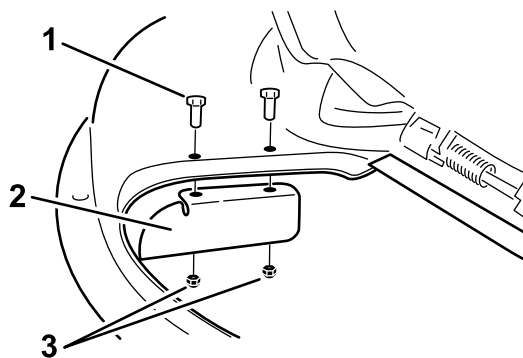

図 18
9. デッキにカットオフバッフルを取り付ける **図 18**。
3. デッキについているカットオフバッフルを外す **図 18**。